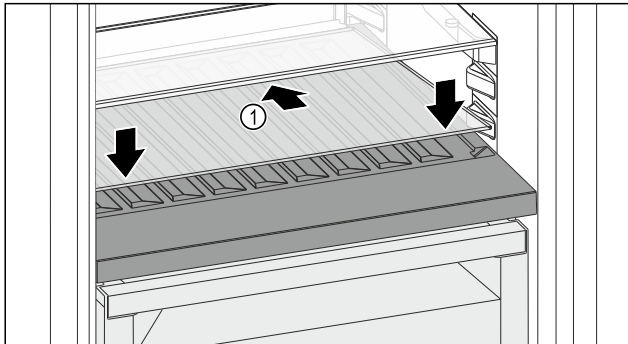

Fig. 88
- ▶ Posizionare il ripiano di vetro Fig. 88 (1) inclinato indietro e verso il basso.
- ▶ Abbassare la parte anteriore del ripiano di vetro Fig. 88 (1).